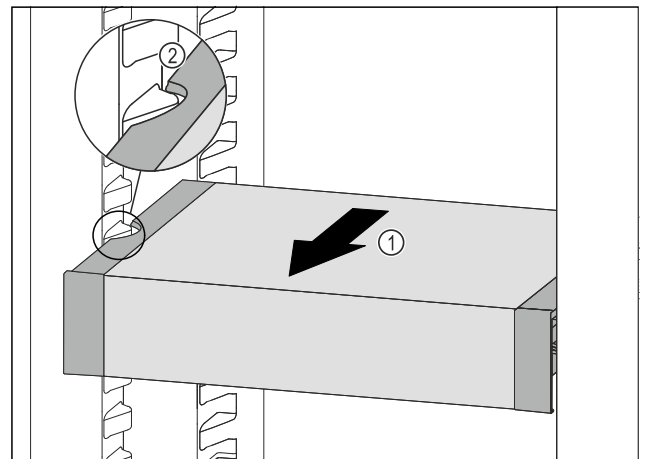

Fig. 84
- ▶ Trageți în față VarioSafe Fig. 84 (1), până când degajările laterale ale VarioSafe se află la înălțimea nervurii recipientului din frigider. Fig. 84 (2)